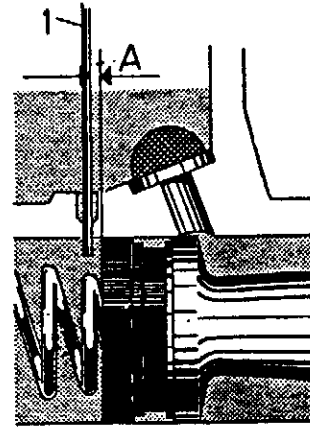

Abb. 29 Überprüfen einer Ausgleichbohrung
4. Durch Einführen eines 0,5 mm dicken Drahtes in die Bohrung kontrollieren, daß die Ausgleichbohrung nicht verstopft ist, siehe Abb. 29. Der Kolben soll danach ca. 0,5 mm eingedrückt werden können, bevor der Draht festsetzt. Vorsichtig, damit die Dichtung nicht beschädigt wird. Kontrollieren, ob auch Spiel für die Druckstange (5) zwischen Kolben und Scheibe vorhanden ist. Das Spiel soll etwa 1 mm betragen und ist nicht einstellbar.
5. Die Gummimanschette (6), nachdem sie mit Gummifett versehen worden ist, anbringen.